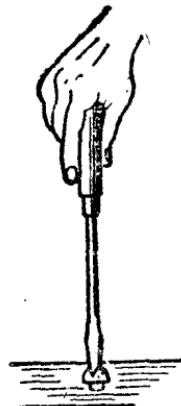

图1-2 起子的运用
(2) 使用前应擦净起子柄上和端口上的油污，以免工作时滑脱。
(3) 起子口端要和螺栓、螺钉槽口相适应，且大小合适。太薄易断裂，太厚则嵌不进槽口内，都会损坏起子和螺栓、螺钉槽口。
(4) 使用时，以右手持起子，手心抵住柄端使起子口与螺钉槽口垂直吻合(如图1-2)，并先用力压紧起子，然后扭动。当使用较长起子时，可用右手压紧和扭动手柄，左手握起子柄中间，使它不致滑脱，以保证操作安全。
(5) 起子不可当撬棒使用，或用手锤打击起子把，也不可在起子柄与起子口处用扳手或钳子来增加扭力，以防起子弯扭损坏。